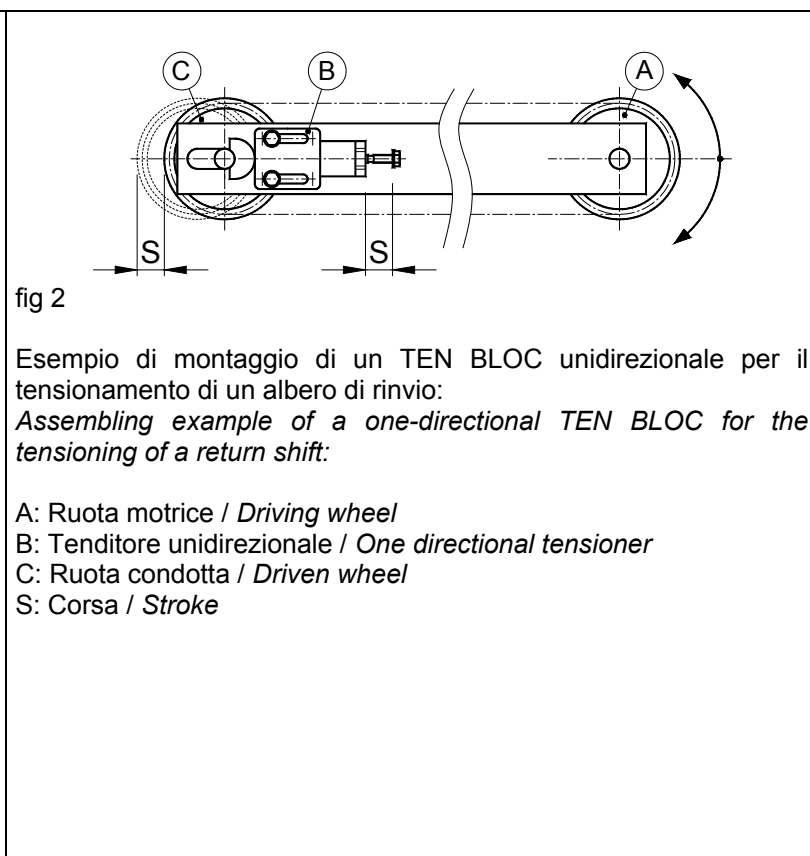

fig 2
Posizionare il tenditore rigidamente sull'impianto utilizzando delle viti M8 sfruttando le asole presenti sul corpo (2). Il tenditore va posizionato in modo da poter sfruttare anche la corsa delle asole per un ulteriore recupero "manuale" della lunghezza della catena (come in fig.2).